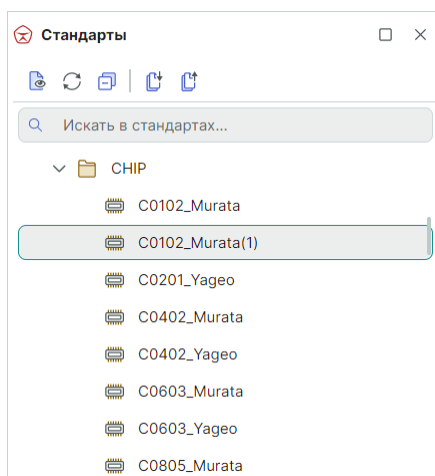

Рис. 113 Отображение созданной копии корпуса
3. В дереве корпусов рядом с выбранным корпусом будет создана его копия, см. Рис. 113.